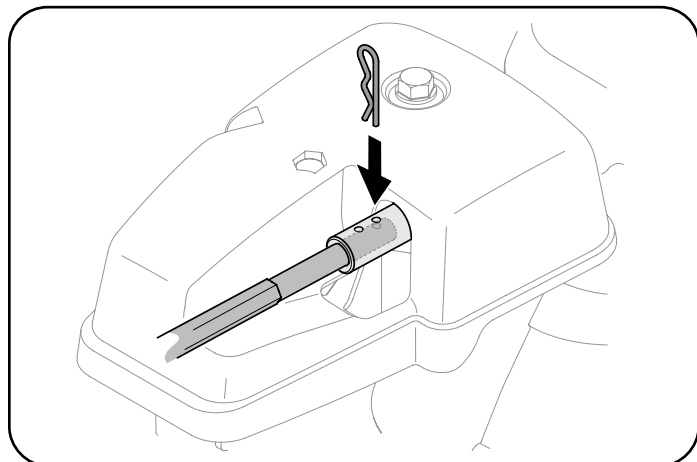

Figura 25
- Empuje la varilla de control del canal hacia el tablero de control hasta que el orificio de la varilla quede alineado con el de la entrada del control del canal que esté más cerca del cabezal de control del canal, e inserte el sujetador de horquilla (a) que extraje en el Paso 1. Consulte Figura 25.